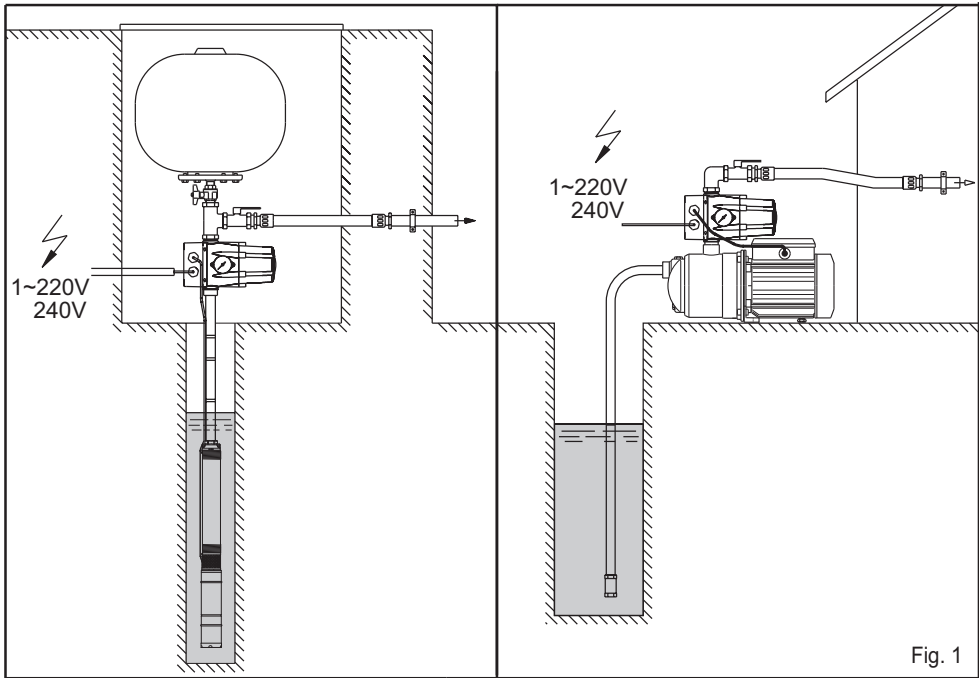

Fig. 1
**COLLEGAMENTO IDRAULICO (fig.1)**
**HYDRAULIC CONNECTION (fig.1)**